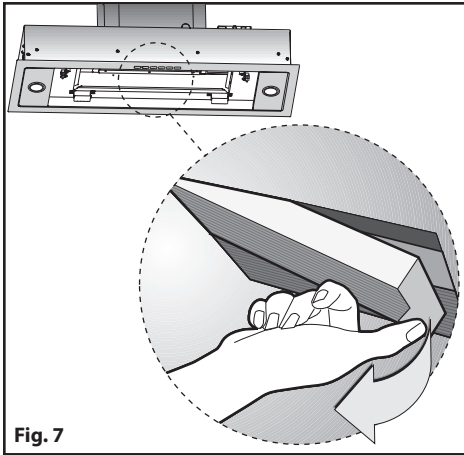
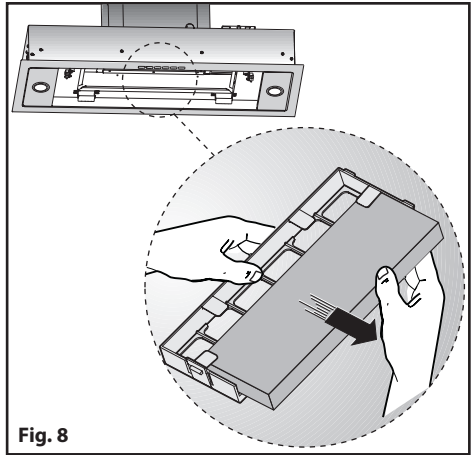

Fig. 7
Fig. 8
- Nasza oferta obejmuje dwa zestawy: z nieregenerowanymi filtrami z węglem aktywnym (**Rys. 7**) i regenerowanymi filtrami z węglem aktywnym (**Rys. 8**).